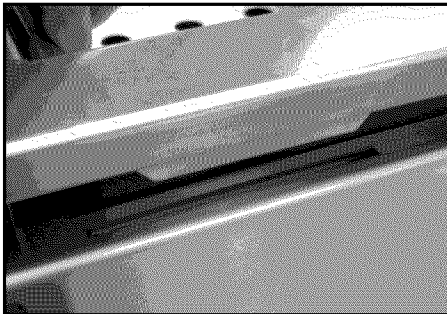
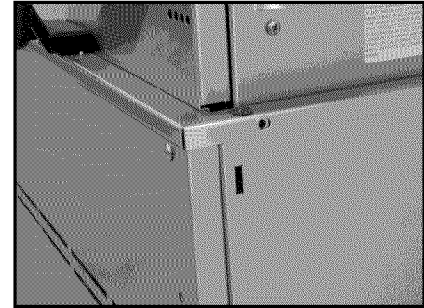

Fig. 12
Fig. 14
3. Positionnez les languettes sur le support latéral pour rentrer dans les fentes sur le chariot (faites attention aux points de pincement) (Fig. 12 -13). Une fois terminé, la pièce d'appui doit affleurer le haut du chariot (sans appui) (Fig. 14).